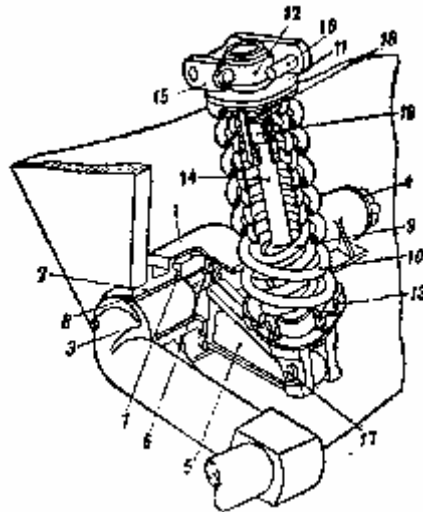

Рис. 136. Балансир и подвеска переднего опорного катка:
Балансиры передних катков отличаются от остальных (рис. 136), Ось балансира переднего катка опирается на две втулки, запрессованные в кронштейн корпуса 1. Смазку передней втулки осуществляют снаружи танка через отверстие в торце оси балансира 3 (отверстие закрыто ввёрнутой пробкой), а задней втулки — изнутри танка через маслёнку, ввёрнутую в крышку торца кронштейна 4.
- 1) Надеть на ось балансир проставочное кольцо 8 (см. рис. 136).
Осевое перемещение остальных балансиров после закрепления планок (см. рис. 125) и гайки 6 у переднего катка (см. рис. 136) должно быть в пределах 0,5...3,5 мм.
- 1) Расшплинтовать и вынуть палец, соединяющий шток подвески с рычагом 5 (см. рис. 136).
Подвески передних опорных катков (рис. 138 и 139) расположены внутри носовой части корпуса и ограждены специальными щитками. Подвеска переднего катка (см. рис. 136) состоит из двух винтовых пружин — внутренней 9 и наружной 10; стакана 11 с приваренным к нему кольцом 12, имеющим цапфы; опоры пружин 13; штока 14; траверз 15 и пальцев 16, при помощи которых подвеску крепят к корпусу танка.
- 2) Отъединить шток 14 (см. рис. 136) подвески от рычага 5.